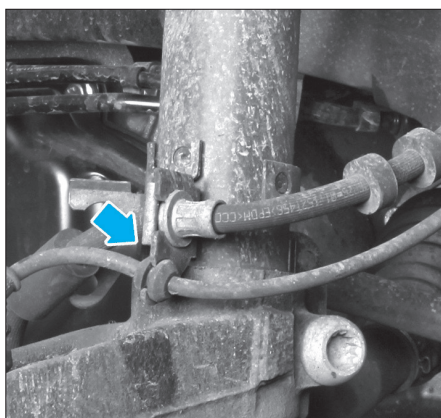

FIG. 8
- Déposer l'agrafe de maintien et décrocher la conduite de frein de l'élément de suspension (Fig.8).